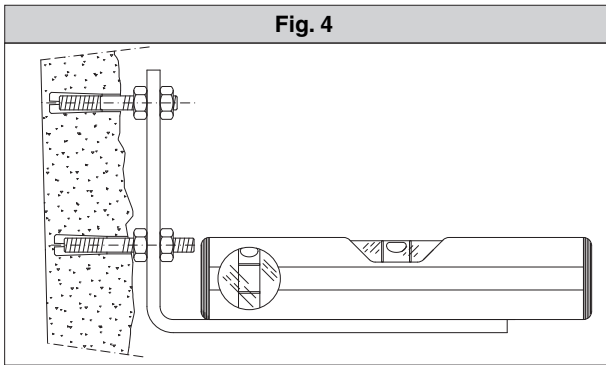

Fig. 5
- Fissare il motoriduttore alla piastra con le 4 viti orientando il motoriduttore come destro o sinistro (fig.5).